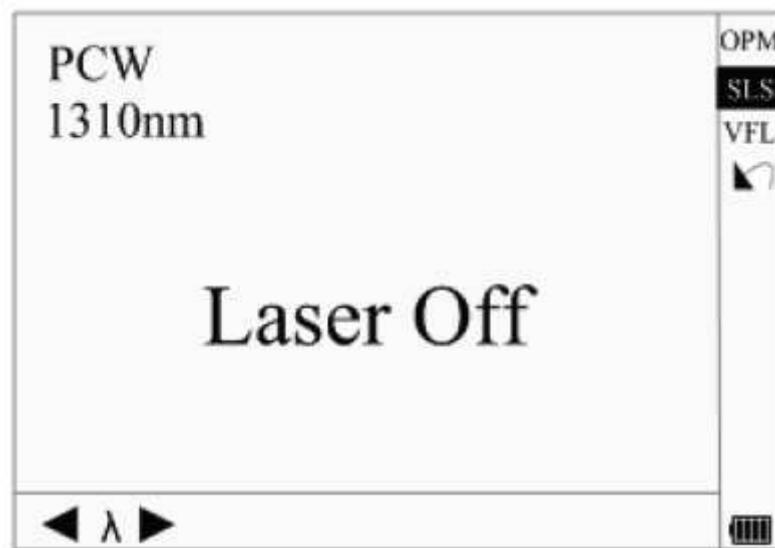

Рисунок 4-12. Стабилизированный лазерный источник излучения
- Откройте интерфейс PM/LS, как описано в подразделе «Настройка параметра PM/LS (измеритель мощности, лазерный источник и VFL)» раздела 3. С помощью кнопок \blacktriangle и \blacktriangledown выделите «SLS» и нажмите кнопку Enter для получения доступа к интерфейсу SLS (стабилизированный лазерный источник излучения) (рисунок 4-12).